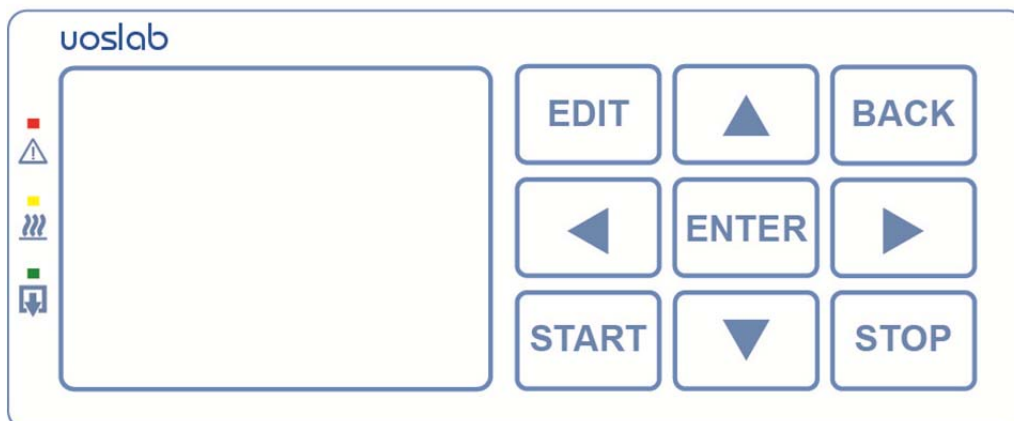

Рисунок 1 – Клавіатура стерилізатора
6.1.2 Вибір, редагування програми, запуск і зупинка виконання програми, а також вихід з режиму редагування програми здійснюється за допомогою клавіатури (рис. 1).